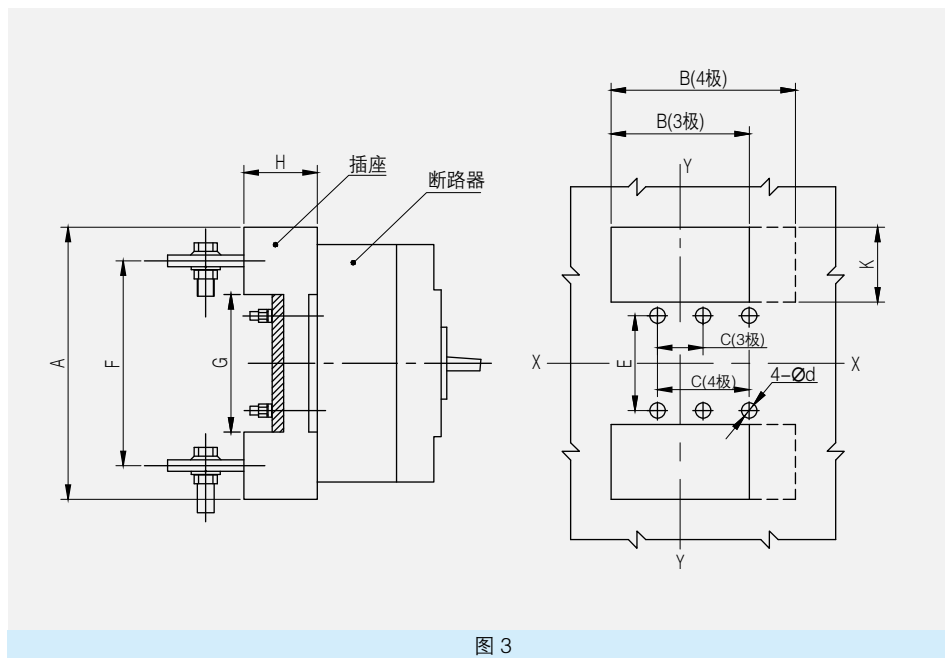

图 3
5.3 插入式安装断路器安装板的开孔尺寸见 图3 和表7。（X-X,Y-Y为三极断路器的中心）